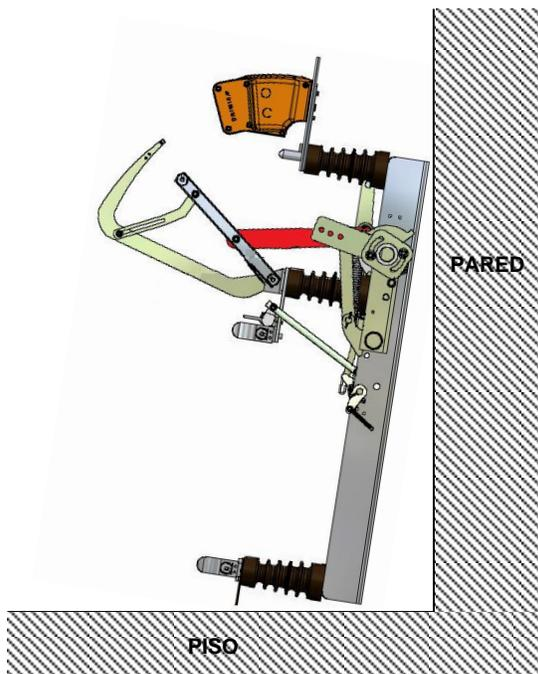

Figura 2
- 3.4. Si requiere de almacenar la cuchilla seccionadora de operación con carga por algún tiempo antes de instalarla, deberá almacenarla en un lugar cerrado, fresco y seco; y apilarla de forma vertical (Figura 2).